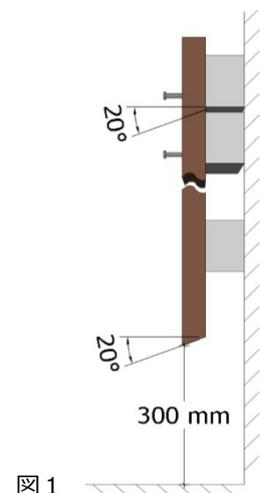

図1
- 材は必ず地面から 300mm 以上離れるようにしてください。水切りをよくするため端部はすべて 20°以上角度をつけてください。(図 1)